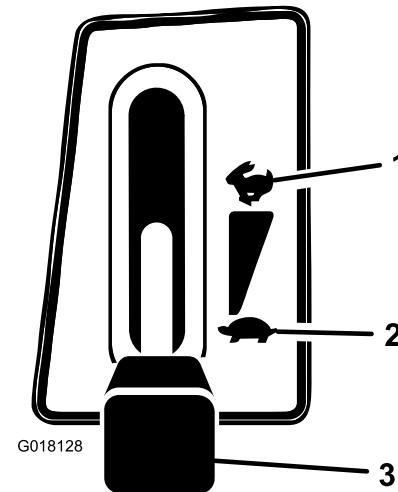

Bild 10
5. Nachdem der Motor angelaufen ist, stellen Sie den Gasbedienungshebel langsam auf „Schnell“ und drücken Sie den Chokehebel hinein (Bild 10). Wenn der Motor stockt oder zögert, stellen Sie den Gasbedienungshebel wieder auf „Langsam“, ziehen Sie den Chokehebel ein paar Sekunden heraus und stellen Sie dann den Gasbedienungshebel auf „Schnell“. Wiederholen Sie diesen Vorgang nach Bedarf.
1. Drücken Sie den Zapfwellenantrieb (ZWA) in die „Aus“-Stellung (Bild 10).
2. Stellen Sie den Gasbedienungshebel auf „Langsam“ (Bild 10).
1. Stellen Sie den Gasbedienungshebel auf „Langsam“ (Bild 10).